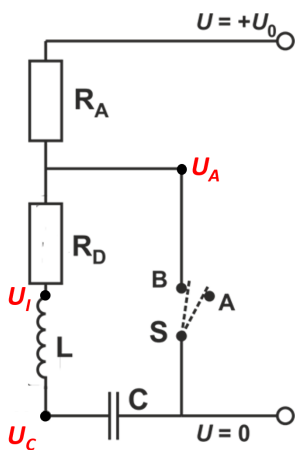

Abbildung 2:
- 1) Berechnen Sie für einen Schwingkreis (Abbildung 2) mit $R_D = R_S + R_I = 50 \Omega$, $L = 10 \text{ mH}$ und $C = 1 \mu\text{F}$ die Schwingungsfrequenz und die Dämpfungskonstante δ_S .
- 3) Die (mit Oszilloskop oder CASSY) direkt messbaren Größen sind die Spannungen $U_C(t)$, $U_I(t)$ und $U_A(t)$ (siehe Abbildung 2). Wie können Sie für die Oszillatorschaltung aus diesen Größen die Schwingkreis-Spannungen $U_C^S(t) - U_T$, $U_R^S(t)$ und $U_L^S(t)$ berechnen?
Der RLC -Schwingkreis (siehe Abbildung 2) besteht aus einer Reihenschaltung von ohm'schem Widerstand R , Kapazität C (Kondensator) und Induktivität L . In Schalterstellung **A** wird der Kondensator über den Ladewiderstand $R_A + R_D$ aufgeladen. Wird der Schalter geschlossen (Schalterstellung **B**), beginnt der Schwingungsvorgang über den Dämpfungswiderstand R_D . Voraussetzung für das Auftreten einer Schwingung ist, dass die sich aus R_D ergebende Dämpfungskonstante (siehe unten) $\delta_S < 1$ ist, anderenfalls entlädt der Kondensator exponentiell. Im experimentellen Aufbau setzt sich R_D aus zwei Beiträgen zusammen, einem variablen Vorwiderstand R_S und dem unvermeidbaren ohm'schen Widerstand R_I der Transformatorspule. Aus den Beziehungen $Q = CU_C$, $I = \dot{Q}$, $U_L = L\dot{I}$ und dem Ohm'schen Gesetz $U_R = RI$ lässt sich eine Differentialgleichung 2. Ordnung für den RLC -Kreis herleiten. Mit der dimensionslosen Zeitvariablen $\tau = t/\sqrt{LC}$ und den ebenfalls dimensionslosen Lade- (δ_L) bzw. Dämpfungskonstanten (δ_S) erhält man
In einem RLC -Schwingkreis nimmt die Amplitude der elektrischen Schwingung aufgrund der unvermeidbaren Dämpfung (ohm'scher Widerstand) exponentiell ab. Will man ein schwingfähiges System mit konstanter Amplitude konstruieren, muss diesem System periodisch Energie zugeführt werden. Dies wird durch die hier aufzubauende Oszillatorschaltung realisiert. Hierfür wird der Schalter im RLC -Kreis (Abbildung 2) durch ein elektronisches Bauelement ersetzt, das selbstständig periodisch den Schaltzustand wechseln kann. Ein Bauelement, das diese Eigenschaft liefert, ist der Thyristor.